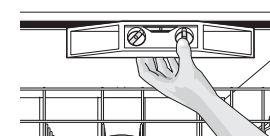

Figure 5a
9. Vérifiez si le lave-vaisselle est de niveau de la gauche vers la droite en plaçant un niveau à bulle sur la partie supérieure avant de la cuve. (Reportez-vous à la figure 5a.)